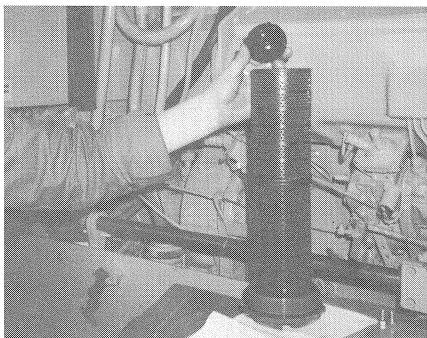

Bild 46
- Filttereinsatz aus dem Filterdeckel (Bild 46) ausbauen und durch neuen ersetzen.
- Remove filter cartridge from the casing bottom (Fig. 46) and replace them by new ones.
- Démonter les éléments filtrant de la partie inférieure du boîtier (fig. 46) et les remplacer par des nouveaux.